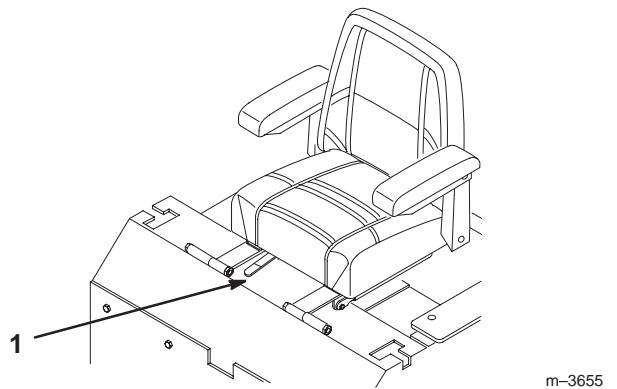

Figure 19
1. Pour régler la position, pousser le levier de réglage sur le côté afin de débloquer le siège (Fig. 19).